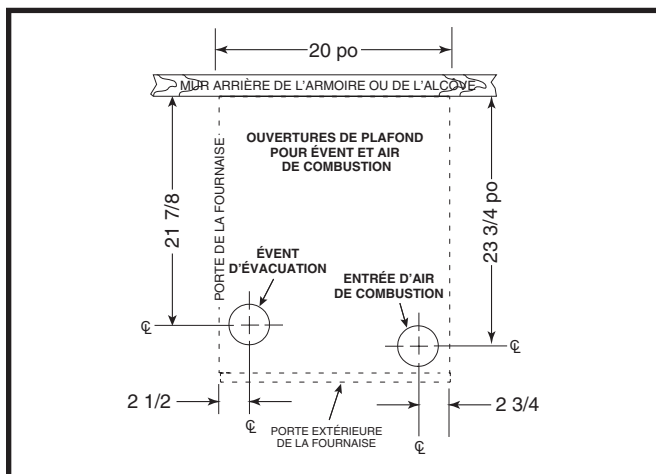

Figure 11. Dimensions de l'ouverture de plafond
2. En utilisant les lignes centrales comme point de départ, tracez le reste du trou pour les conduites en fonction des dimensions montrées dans la Figure 11.